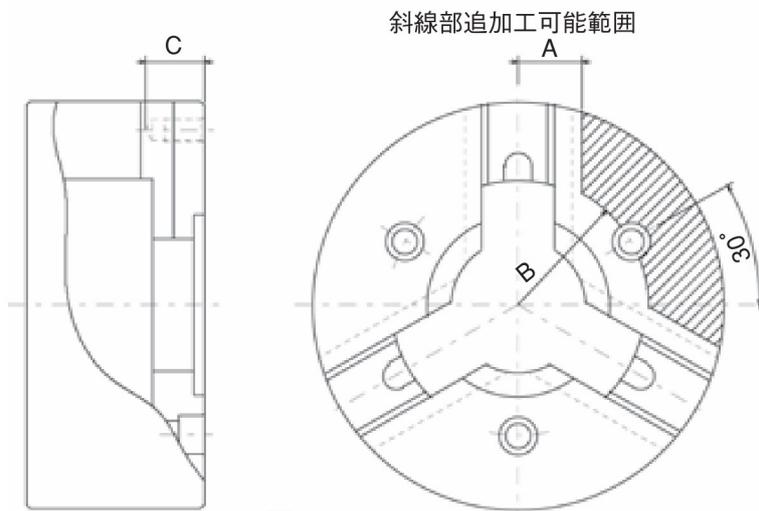

図12
- ・チャックボデー表面にロケータや治具を取り付ける場合は、図12に示す追加加工範囲内に穴明けを行ってください。